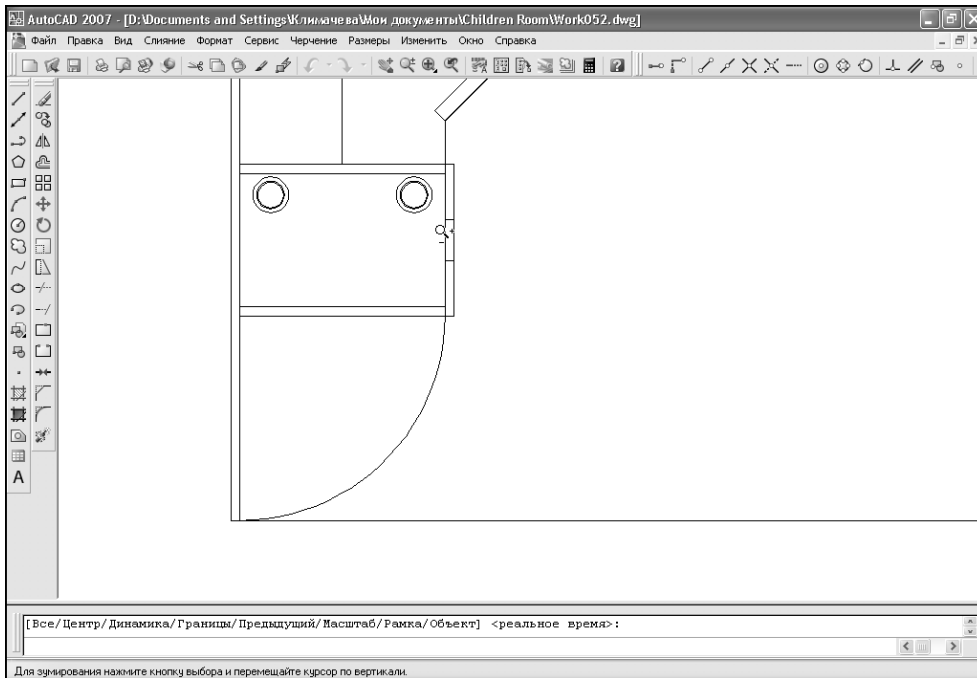

Рис. 5.43 ▼ Изменение масштаба просмотра с помощью инструмента **Зумирование в реальном времени** (Zoom Realtime)
- Щелкните на кнопке  **Зумирование в реальном времени** (Zoom Realtime) панели инструментов **Standard** или выберите из меню команду **Вид** ⇒ **Зумирование** ⇒ **В реальном времени** (View ⇒ Zoom ⇒ Realtime). Можно также запустить инструмент **Зумирование в реальном времени** (Zoom Realtime) в командном окне, однако в этом случае сначала нужно завершить работу инструментом **Панорамирование в реальном времени** (Pan Realtime), нажав **Esc** или **Enter**. После этого можно набрать в командном окне **показать** (ZOOM) или просто **по** (Z), а затем два раза нажать **Enter**.
4. Указатель примет форму лупы, рядом с которой расположен символ «±». Расположите указатель у нижней границы чертежа, затем нажмите левую кнопку и, не отпуская ее, перемещайте указатель вверх. Изображение будет увеличиваться (рис. 5.43). При этом неизменным останется положение тех элементов чертежа, которые находятся в центре экрана.